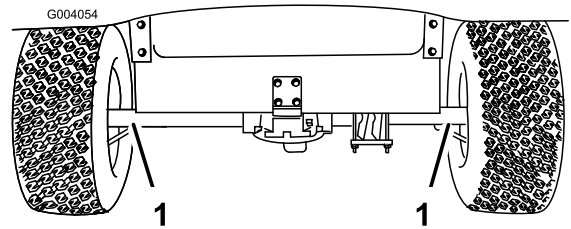
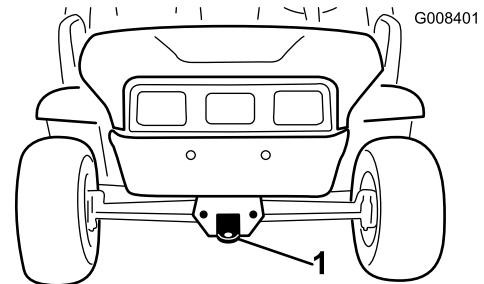

図 21
図 22
長距離を運ぶ場合にはトレーラを使用してください。必ず確実に固定して輸送してください。ロープがけのポイントについては図 21 と 図 22 を参照してください。
2. 前フレームのトンぐにロープなどの牽引索を取り付ける図 22。